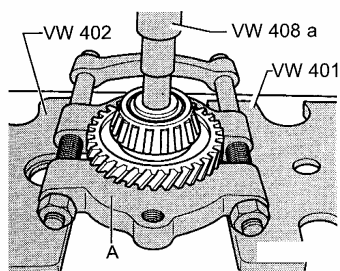

图 12-91 压出小圆锥滚柱轴承内圈
(4) 压出小圆锥滚柱轴承内圈时，使用图 12-91 所示分离装置 A (22~115mm) 先压出用于倒挡的内圈和换挡齿轮。